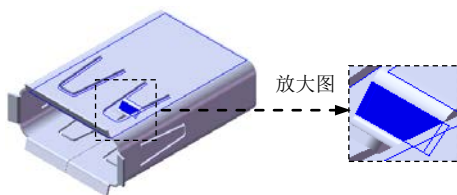
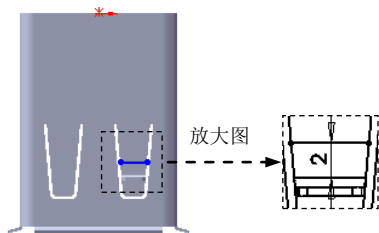

图 10.39 绘制的折弯 2
图 10.41 横断面草图
Step12. 创建图 10.39 所示的钣金特征——绘制的折弯 2。
(1) 选择下拉菜单 **插入(I)** → **钣金(H)** → **绘制的折弯(S)...** 命令 (或单击“钣金”工具栏中的 按钮)。
(2) 定义特征的草图基准面。选取图 10.40 所示的模型表面为草图基准面，绘制图 10.41 所示的横断面草图。